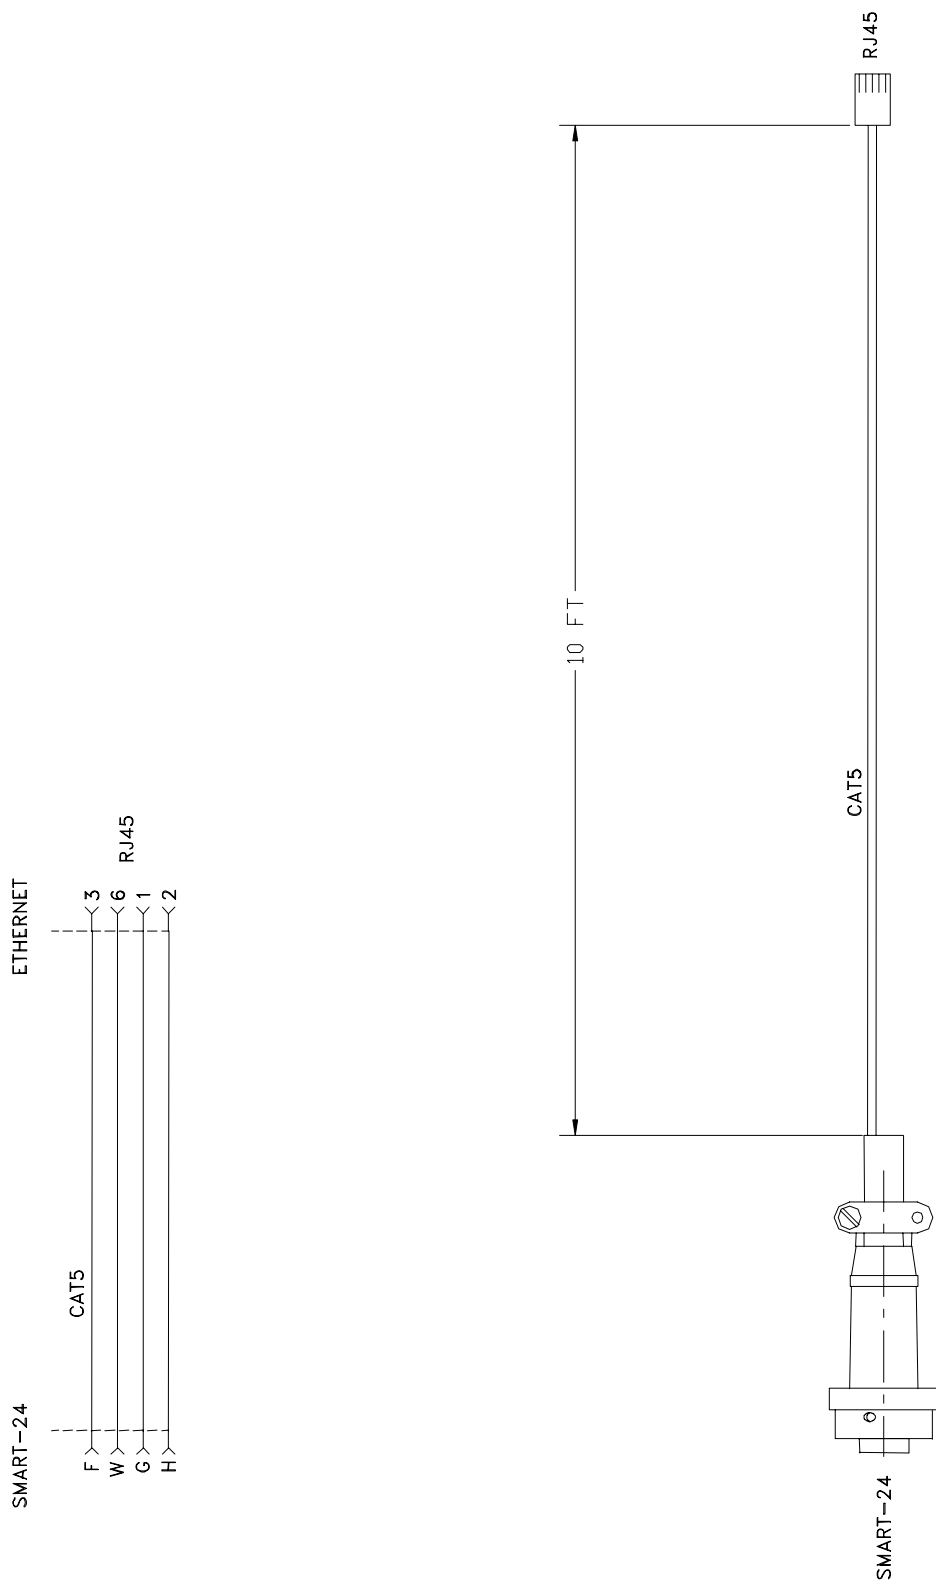

图 A-4. SMART-24 输入/输出电缆，仅只以太网口
- 图 A-4. SMART-24 输入/输出电缆，仅只以太网口